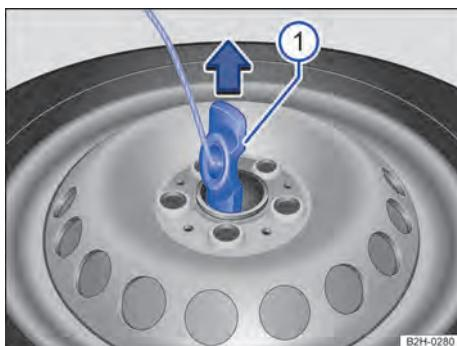

Fig. 191 Roda sobressalente ou roda de emergência: soltar o suporte dos aros.
Legenda para Fig. 191:
- Colocar em posição vertical o suporte do aro → Fig. 191 (1).